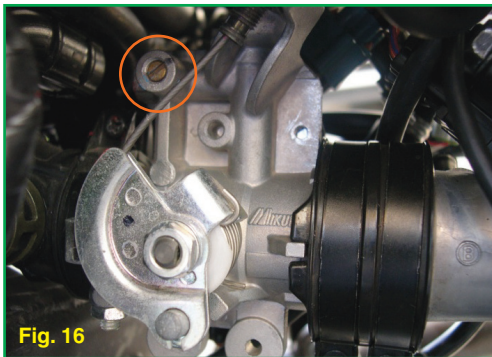

Fig. 16
- Régler le ralenti à l'aide de la vis (Fig. 16) située au côté droit du corps à papillons : 1400÷1600 trs/min.